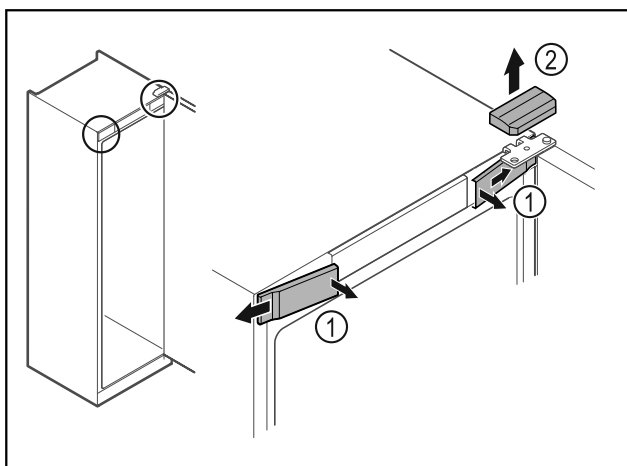

Fig. 8*
- ▶ Vidinėje pusėje atfiksukite priekines dengiamąsias plokšteles Fig. 8 (1) ir nuimkite jas į šoną.*
- ▶ Nuimkite viršutinę dengiamąją plokštelę Fig. 8 (2) į viršų.*